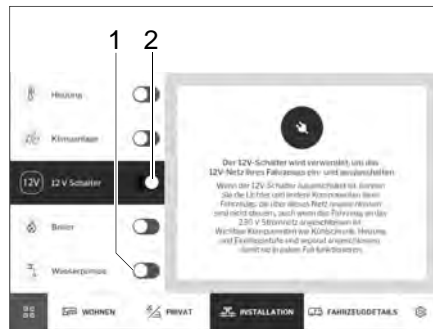

Bild 265 12 V und Wasserpumpe
- Mit Schiebeschalter (Bild 265,2) das 12-V-Netz des Fahrzeugs ein- oder ausschalten.
- Mit Schiebeschalter (Bild 265,1) die Wasserpumpe ein- oder ausschalten.